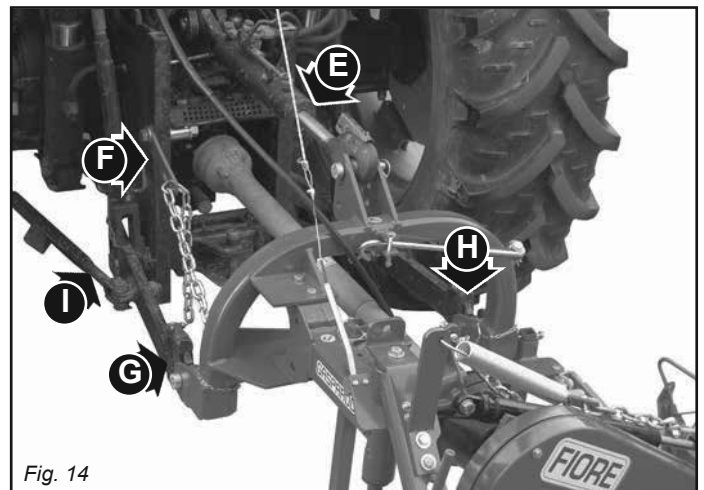
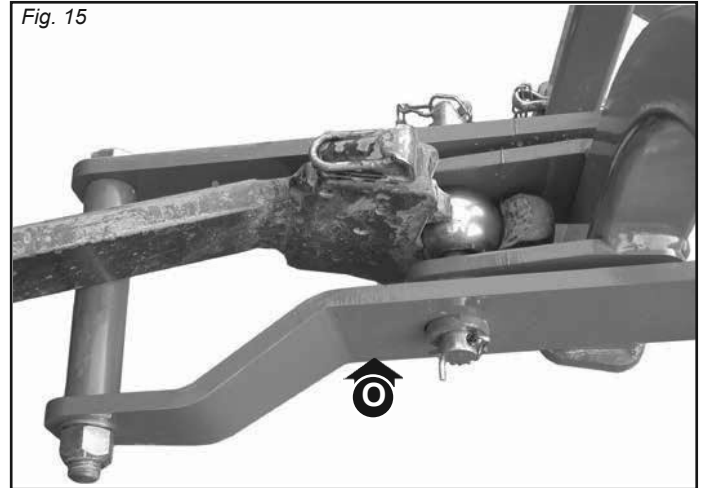

Fig. 14
Fig. 15
- 2 - Enganchar los brazos oscilantes del tractor en los pernos (G y H, Fig. 14). El brazo de levantamiento (O, Fig. 15) debe posicionarse debajo del brazo del tractor. Bloquear con los pasadores de resorte.
- 3 - Conectar el tercer punto superior y efectuar una correcta regulación con el tirante (E, Fig. 14). Posicionar la chapa (F, Fig. 14) e la izquierda del tirante, solidario en el mismo pasador. Bloquear con los pasadores de resorte.
- 4 - Bloquear la barras del elevador con las respectivas cadenas y tensores (I, Fig. 14) paralelos en el tractor. Dicha operación es necesaria para evitar todo tipo de desplazamiento, en sentido horizontal, de la máquina.